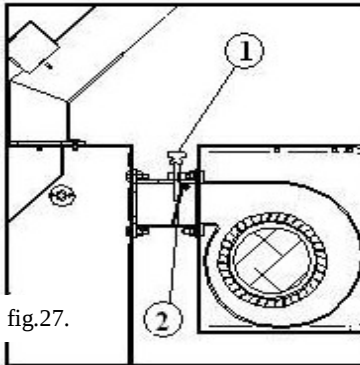

fig.27.
Debitul de combustibil se reglează prin setarea în automatul programabil a timpilor de **alimentare peleți** (ciclu) și de **ardere peleți** (ciclu). Debitul de aer de combustie se reglează prin înșurubarea/dezșurubarea tije (1) ce acționează asupra clapetei unisens (2) fig.27.